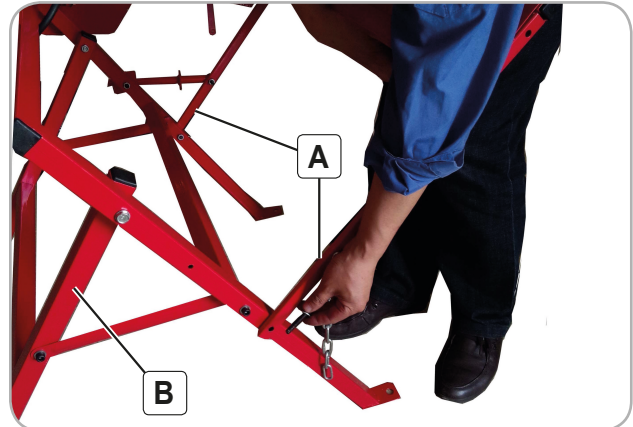

Fig.9
Poziționați Picioarele de sprijin cu masa (A) în așa fel încât Protecția interioara a Discului să intre în interiorului Protecției exterioare a acestuia, anterior montată în Fig.7. Montați Picioarele de sprijin cu masa(A) cu Picioarele de sprijin cu motor(B) prin intermediul a 2 suruburi M8x50, cu 2 șaibe plate Ø8 și 2 piulițe de blocare M8(vezi Fig. 9).